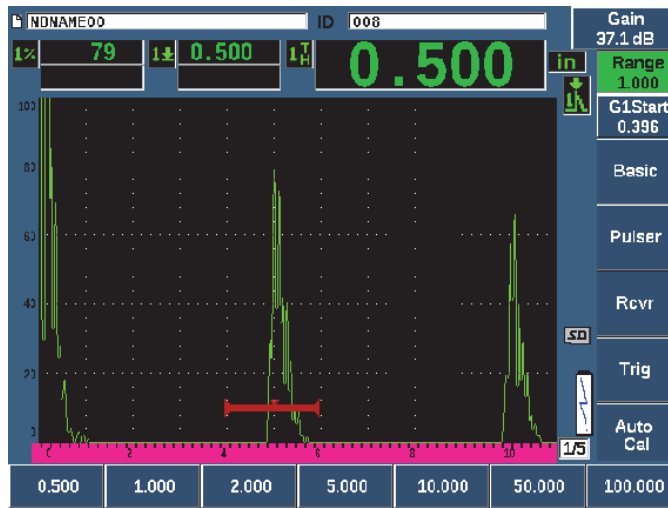

Figura 3-17 Valor de rango
15. Pulse el parámetro **RANGE** y, a continuación, ajuste el rango de la pantalla al valor deseado (vea la Figura 3-17 en la página 92).